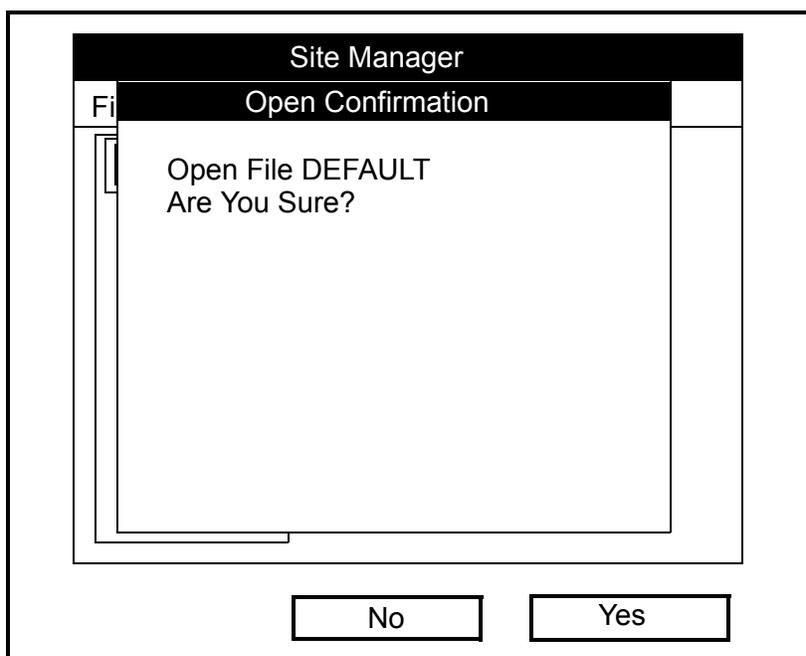

Рис. 4-6. Окно подтверждения открытого объекта
3. С помощью прокрутки выберите пункт меню *Open* (Открыть) и нажмите [ENTER] (ВВОД). Появится окно, подобное показанному на рис. 4-6 ниже.